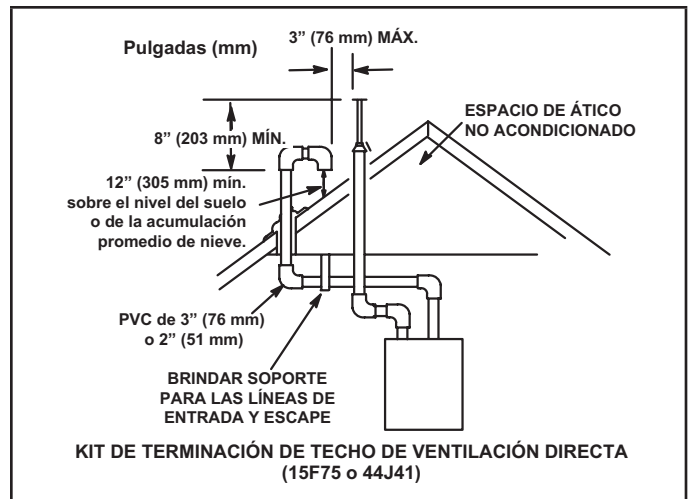

Figura 35
- 3 - En las terminaciones de techo, la tubería de entrada debe terminar recta hacia abajo usando dos codos de 90° (ver la Figura 35).